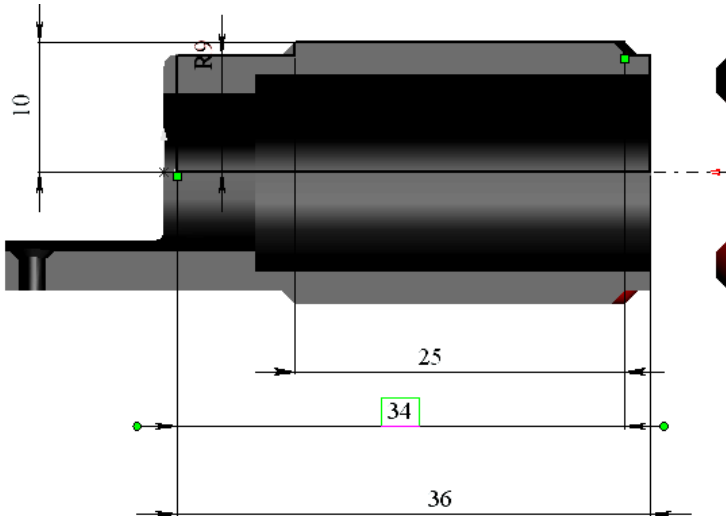

Рис. 7.5
3. Изменить размер 34 на размер 33 и размер 25 на размер 24 (рис. 7.5).